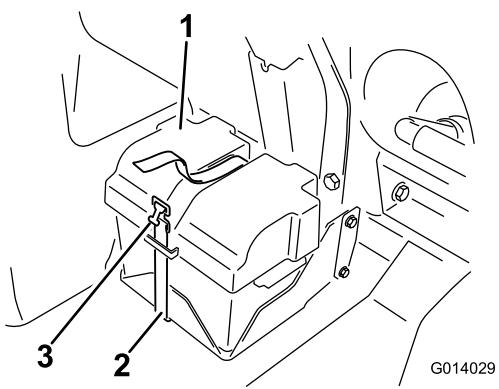

Figura 127
2. Retire la tapa de la batería y desconecte el cable negativo (negro) del borne de la batería (Figura 127).
4. Instale la tapa de la batería y sujetela con la correa que retiró anteriormente (Figura 127).